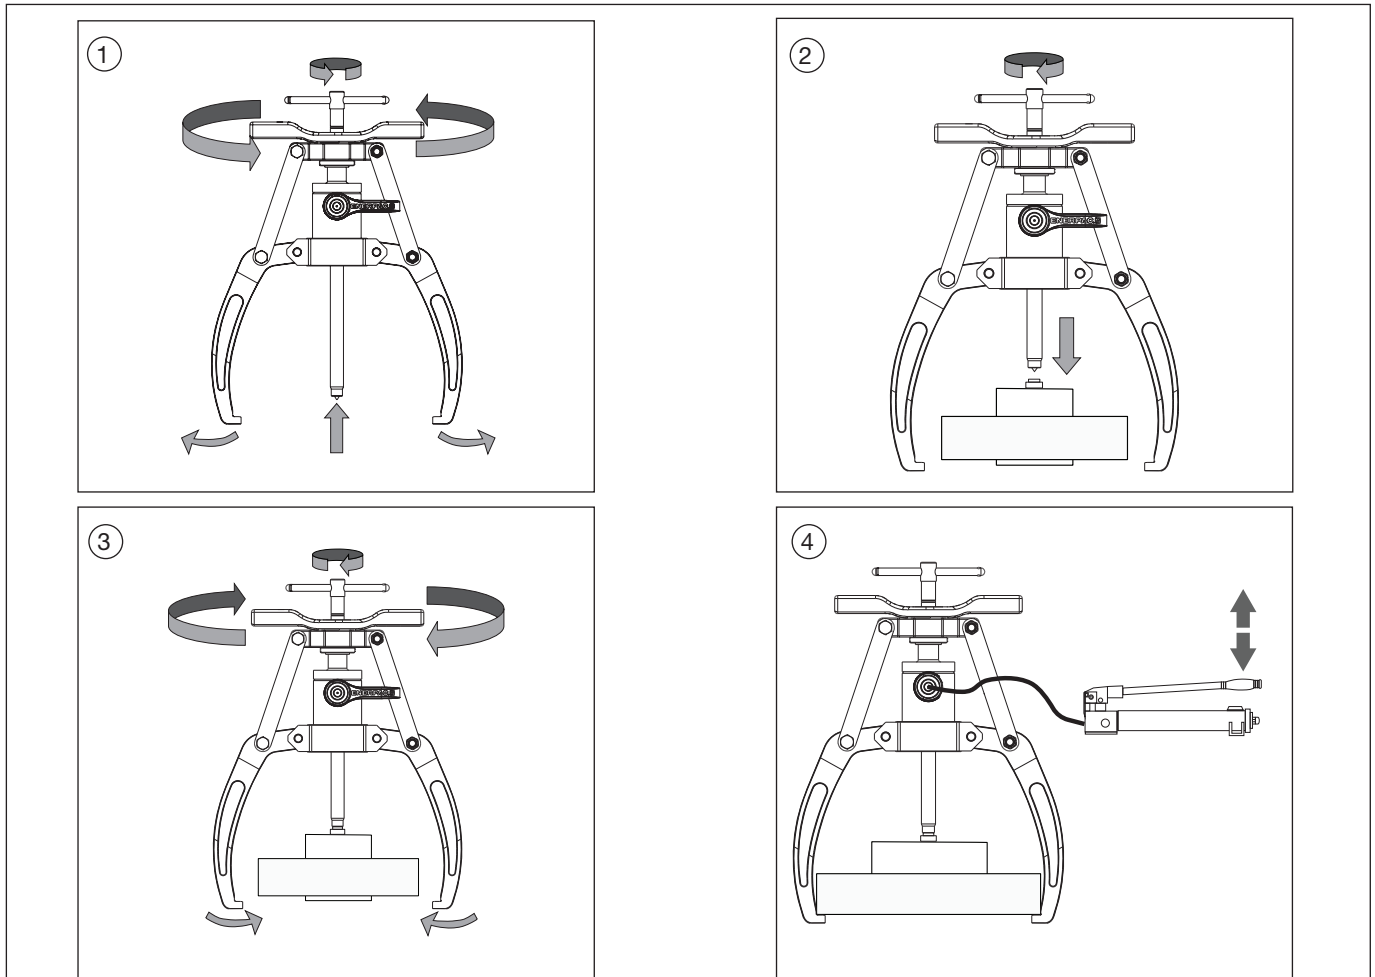

Figure 6. Installation de l'extracteur en 4 étapes
1. Faites tourner l'axe fileté de façon à le régler en hauteur, vers le bas ou vers le haut. Faites tourner la poignée pour augmenter ou réduire l'ouverture des mâchoires. Ajustez les mâchoires et l'axe fileté pour permettre le montage de l'extracteur sur la pièce de travail. Reportez-vous à la Figure 6, illustrations 1 à 4, pour les étapes suivantes.